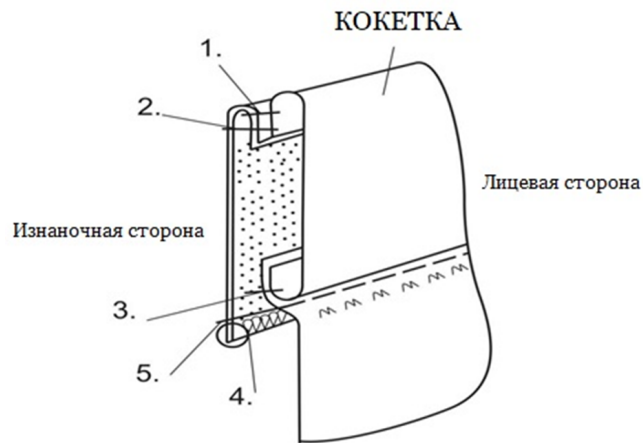

Рисунок 4
14. Сложите лицевыми сторонами полочку и кокетку полочки. Сколите внешнюю деталь кокетки и полочку. Стачайте, шириной шва 15 мм. Приутюжьте и заутюжьте в сторону кокетки. Срез внутренней детали кокетки обметайте и настрочите с лицевой стороны в шов притачивания полочки, предварительно наколоть и наметать внутренний срез кокетки с изнаночной стороны (рис. 4);